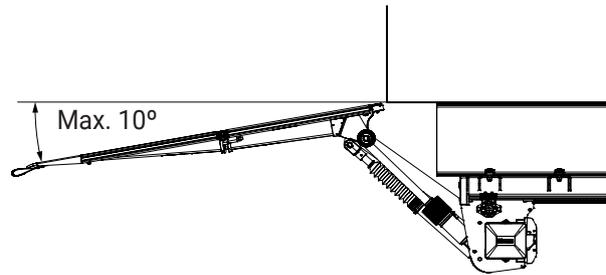

Abbildung 31. Der Neigungswinkel muss auf max. 10° eingestellt werden
8. Die Ladebordwand bis max. 10 Grad unter die Horizontalebene absenken. Siehe Abbildung 31.